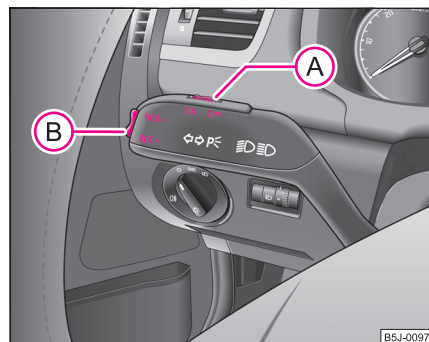

Abb. 93 Bedienungshebel: Schalter der Geschwindigkeits-Regelanlage
- Drücken Sie den Schalter **A** ⇒ Abb. 93 in die Stellung **ON**.
- Die gespeicherte Geschwindigkeit können Sie ohne Betätigung des Gaspedals durch Drücken der Wippe  ⇒ Seite 114, Abb. 93 in die Position **RES+ erhöhen**.
- Drücken Sie den Schalter  ⇒ Seite 114, Abb. 93 nach rechts in die Stellung **OFF**. ■